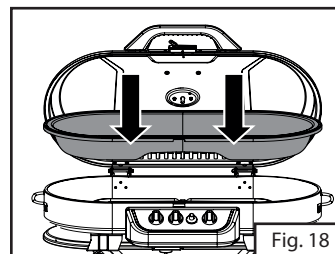
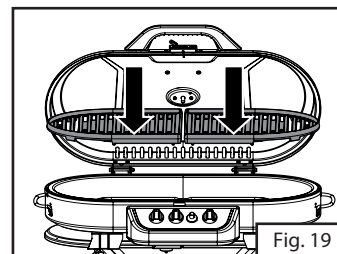

Fig. 18
Fig. 19
3. Vuelva a colocar el recipiente del agua (Fig. 18), coloque las parrillas de cocción (Fig. 19), y luego cierre y pase el pestillo de la tapa del grill.